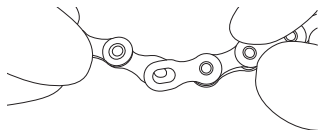

Abb.14
- Entfernen Sie das C-Link™, sowohl von der Innen- als auch von der Außenseite (Abb. 14).